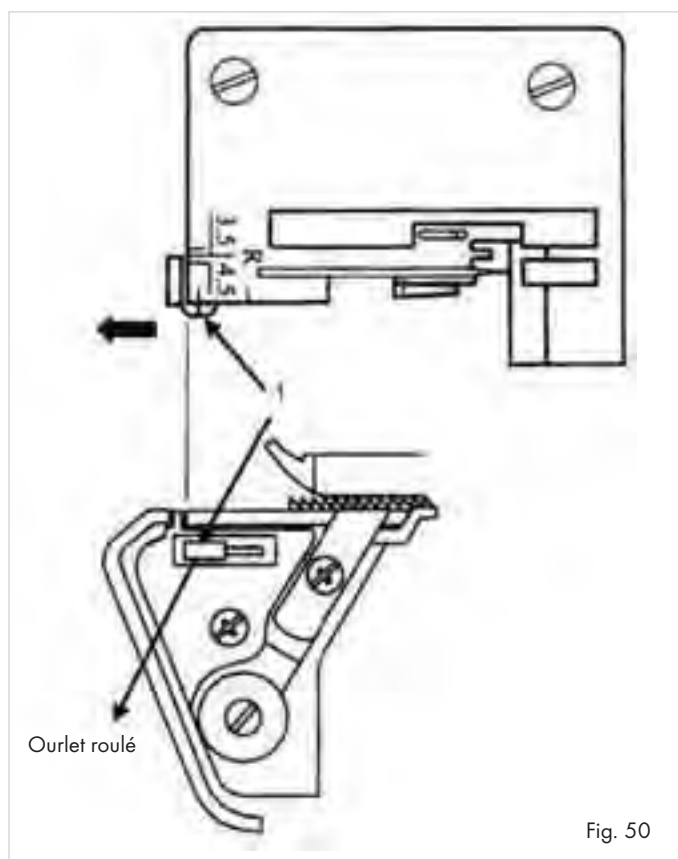

Fig. 50
- Ouvrez le capot avant ⑩.
- Faites glisser l'interrupteur de largeur de couture ⑳ sur "R", afin de faire reculer le doigt de largeur de couture (1) (Fig. 50).